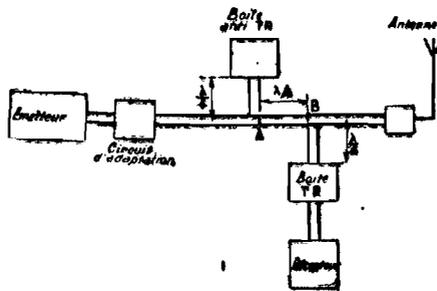

Fig. 7.
a) Duplexeurs Tr., Anti-Tr. (figure 7)